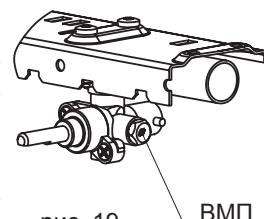

рис. 19
25.2. Проведение замены винтов малого пламени (ВМП) в кранах горелок стола (рис. 19):